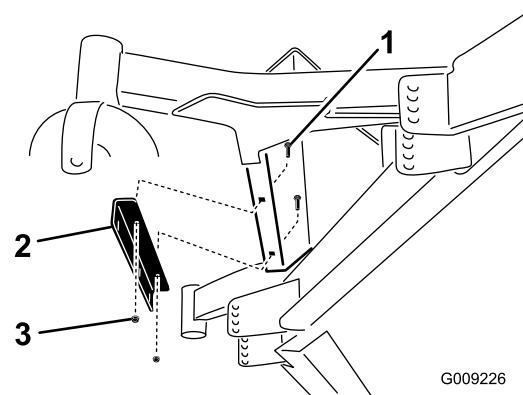

Bild 34
4. Befestigen Sie die Befestigungshalterung für Ballast mit zwei Schlossschrauben (5/16" x $\frac{3}{4}$ ") und zwei Bundmuttern (5/16") unter der Fußstütze (Bild 34).